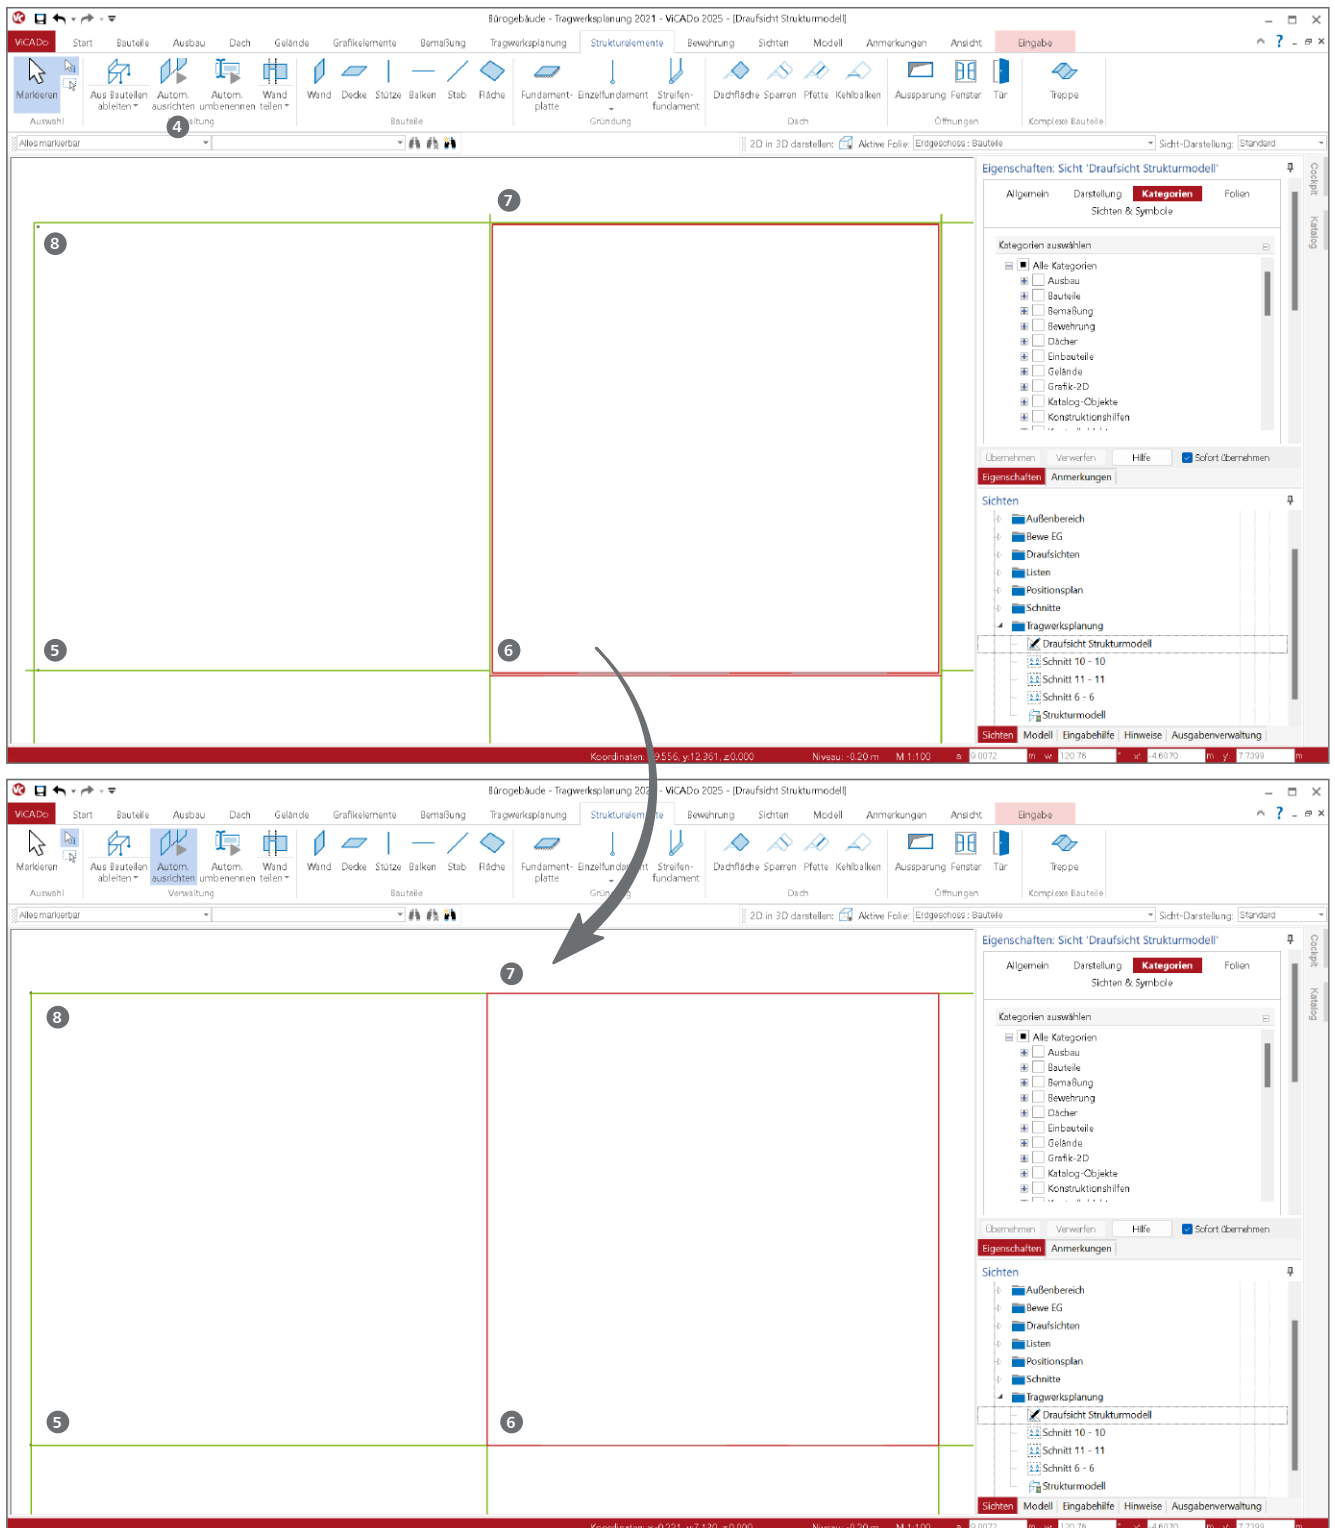

Bild 7. a) Draufsicht auf abgeleitete Strukturelemente (SE-Wand) mit Bedarf zur Ausrichtung
- Bild 7 5: Die nach links überstehenden SE-Balken wurden auf die Außenwand gekürzt.
- Bild 7 6: Die Lage der aufgehenden Wände wurde über alle Geschosse an das Basisgeschoss angeglichen.
- Bild 7 7: Die überstehenden SE-Wände wurden auf die quer verlaufende Außenwand gekürzt.
- Bild 7 8: Die SE-Stütze wurde auf den Kreuzungspunkt der beiden Außenwände verschoben.